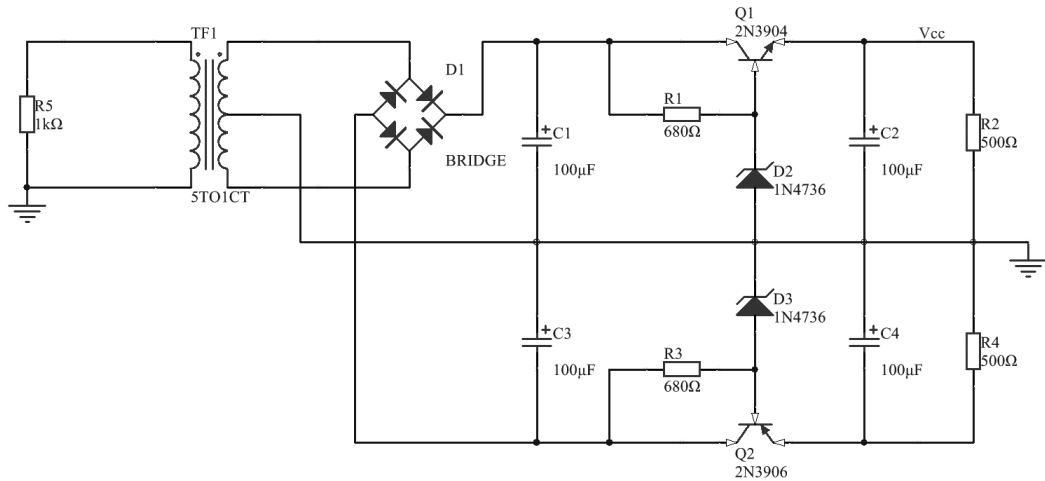

图 12-18 双极性电源电路
- (1) 在 Altium Designer 17 主窗口中，选择“文件”→“打开”菜单命令，在源文件路径中选择工程文件“Dual Polarity Power Supply. PrjPCB”。
- (2) 打开原理图文件“Dual Polarity Power Supply. SchDoc”，如图 12-18 所示。